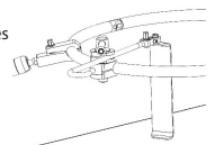

Figure 14
- Les pinces de serrage** (AL-0103) se fixent à n'importe quel point sur l'anneau. Pour les fixer, desserrez le bouton de la **pince de serrage** et appuyez sur la plus grande des deux ouvertures sur l'**anneau écarteur**; la **pince de serrage** s'enclenche alors sur l'**anneau écarteur**. Appuyez sur la tige du **porte-lame** dans la plus petite ouverture de la **pince de serrage** pour attacher les deux composants. L'assemblage **pince de serrage/porte-lame** peut être librement ajusté jusqu'à ce que le bouton de la pince soit serré. Des **pinces de serrage** et des **porte-lames** supplémentaires peuvent être ajoutés à l'**anneau écarteur** selon les besoins. (Figure 14)